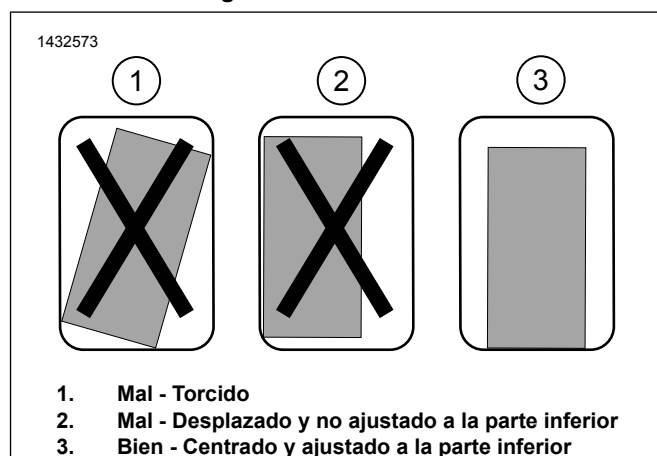

Figura 11. Instalación de la pieza de soporte del soporte
a. Figura 11 Pruebe el ajuste del soporte de montaje. El soporte debe ser recto, centrado y lo más cerca posible de la parte inferior de la alforja.
c. Figura 11 Pruebe el ajuste para la ubicación final, asegurándose de que el soporte esté recto, centrado y lo más cerca posible del fondo de la alforja.